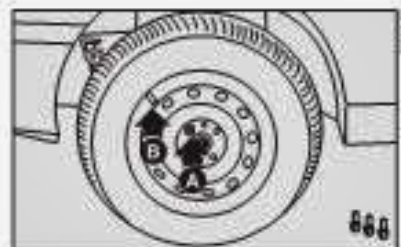

fig. 7
7) atarraxar apenas um dos parafusos **A**-fig. 7, em correspondência com a válvula de enchimento **B** fig. 7;